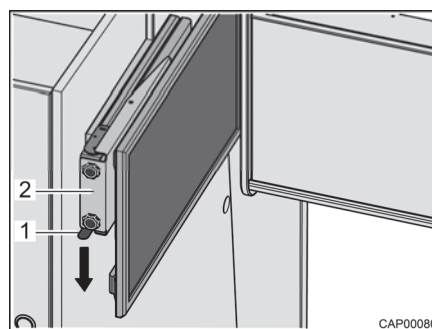

Bild 39 Auszug mit Flachbildschirm
- Rastfeder (Bild 39,1) nach unten drücken und Auszug (Bild 39,2) mit Flachbildschirm waagrecht in Richtung Fahrzeugmitte herausziehen.
- Auszug (Bild 39,2) mit Flachbildschirm waagrecht bis zum Anschlag schieben. Die Rastfeder (Bild 39,1) rastet hörbar ein.